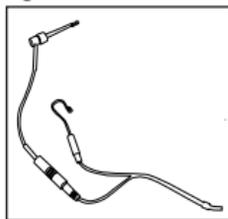

Рисунок 3
3.1.2 Inserte el clip labial y el gancho labial, respectivamente, en las dos tomas del cable de medición. Cuando el Localizador de Apex se usa solo, no hay diferencia entre el extremo gris y el extremo blanco del cable de medición [Imagen 3]. Pero si el localizador de Apex está conectado al motor Endo, conecte el extremo blanco con el gancho de labio y el extremo gris está suspendido.